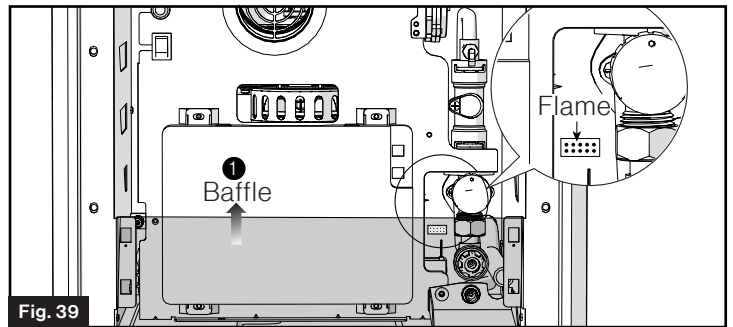

Fig. 39
11. Encienda la corriente del calentador de agua y abra un calentador de agua para inspeccionar la llama del quemador. La llama debe tener la apariencia azulada normal que indica la combustión adecuada. Esto se puede lograr mediante la eliminación de la puerta del calentador de agua y el deflector para observar las llamas mirando el quemador bajo el borde del intercambiador de calor. (Fig. 39)